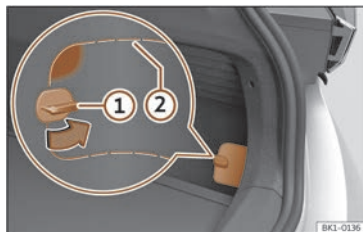

Fig. 61 Sur la partie inférieure droite de la garniture du coffre : cache avec lignes de coupe.
- Faites pivoter la fermeture du cache >>> **fig. 61**  de 90°.
- Pressez la surface vers l'intérieur depuis le haut de l'ouverture >>> **fig. 61** (zone marquée).
- Passez la main dans l'ouverture et détachez le cache en le tirant. Selon les cas, appliquez un objet approprié sur les lignes de coupe >>> **fig. 61** .